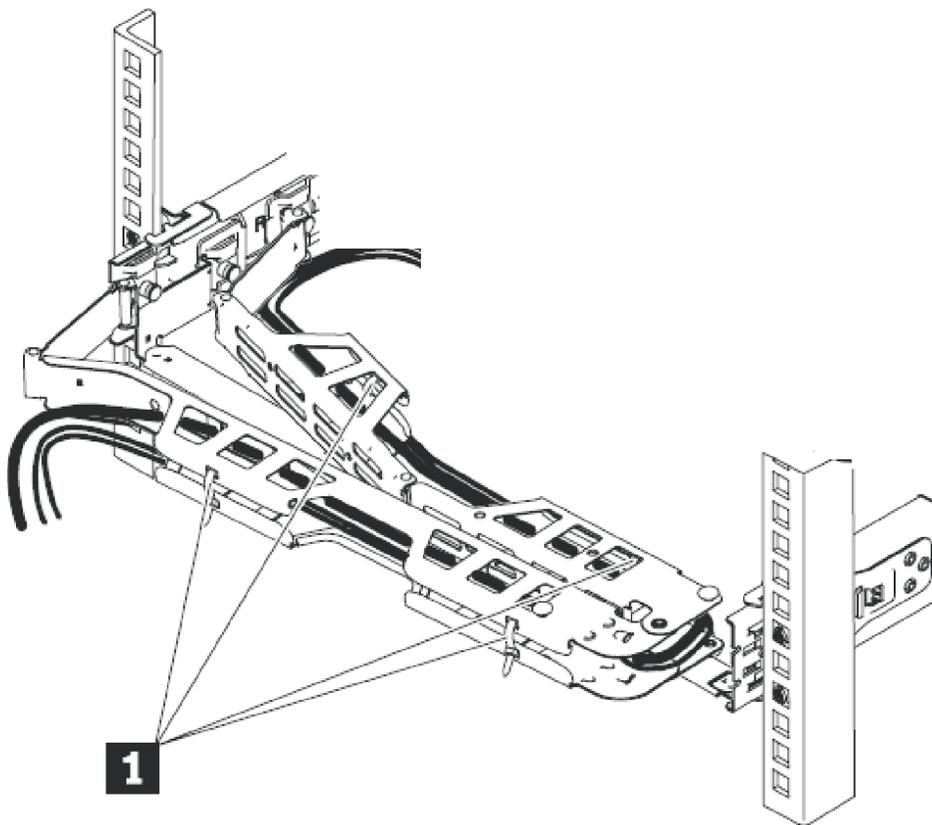

図 29. ケーブルの接続と配線
- a. ケーブル・マネジメント・アーム上で、データ・ケーブルおよび電源コードを 35 ページの図 29 の **1** に示すように、配線します。